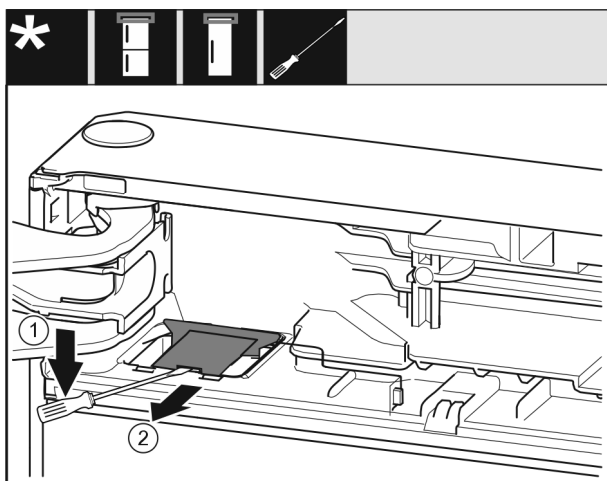

Fig. 9
- Plochým šroubovákem uvolněte kryt a zvedněte jej nahoru. Fig. 9 (1)
- Sejměte kryt. Fig. 9 (2)